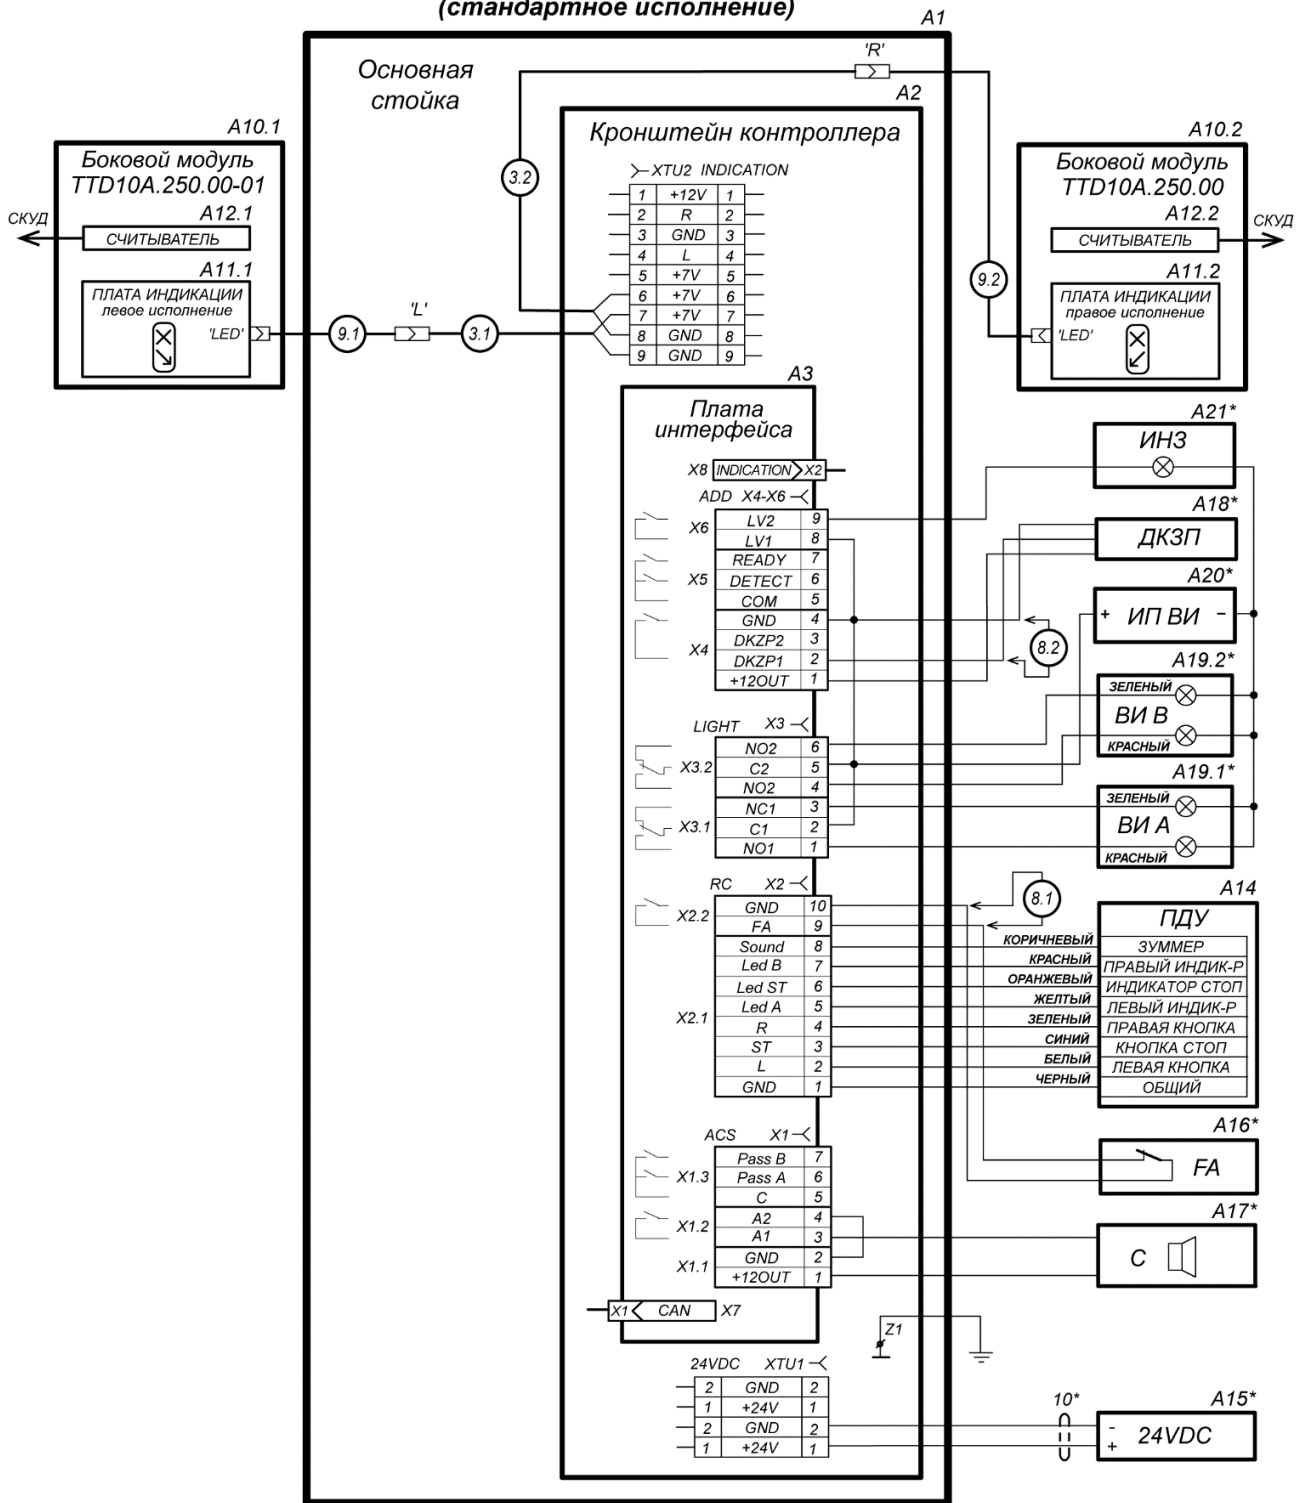

Рисунок 16. Схема соединений турникета и дополнительного оборудования для стандартной модификации **PERCo-TTD-12AB¹**
Подключение ДКЗП производится к контактам клеммной колодки **X4**, а сирены – к клеммной колодке **X1** платы интерфейса (10) согласно схеме электрических соединений (рис. 16, 17).
² На схеме рис. 16 показан один из вариантов подключения питания картоприемника, кабель питания в комплект поставки не входит.